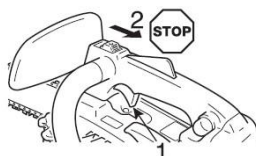

Fig. 8
1. Rilasciare l'acceleratore (Fig. 8-①) e far girare il motore al minimo per alcuni minuti per favorirne il raffreddamento.
2. Posizionare l'interruttore (Fig. 8-②) in posizione di arresto "STOP/O".